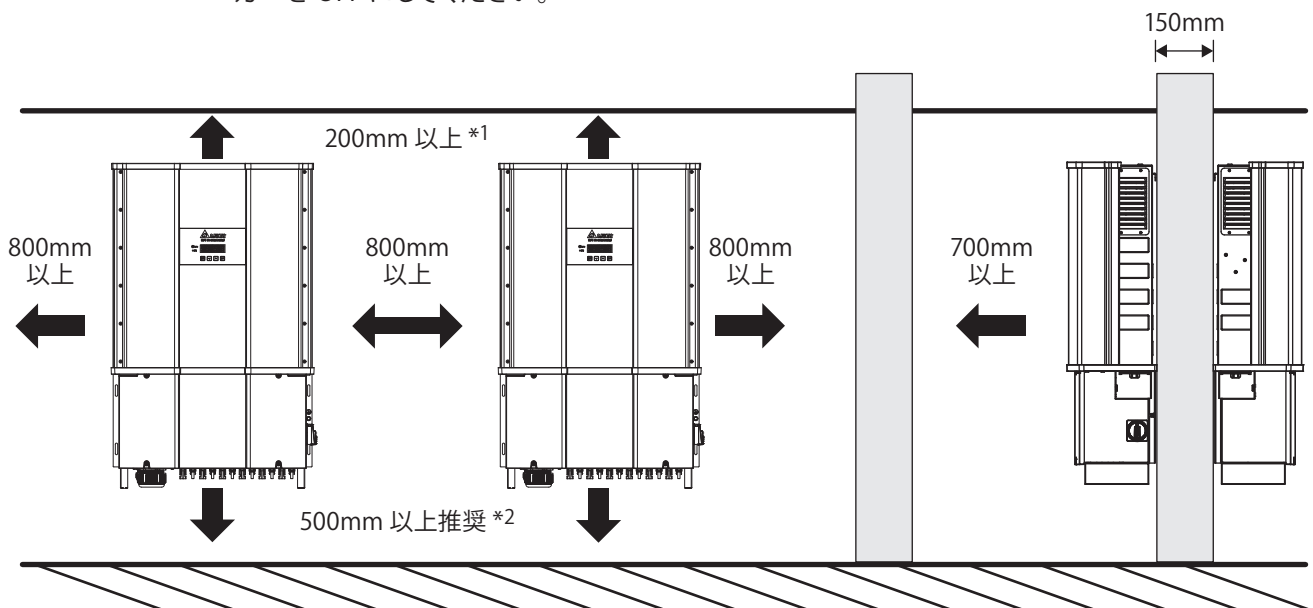

図 5-7 パワーコンディショナに必要な空間
- 本製品の運転時には周囲に適切な空間が必要です。図 5-7 を参照してください。